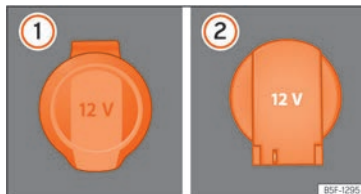

Abb. 147 12-Volt-Steckdose: ① in der Armlehne vorn, ② im Kofferraum.
- Die Abdeckkappe der Steckdose anheben » **Abb. 147** ①.
- Die Abdeckkappe der Steckdose anheben » **Abb. 147** ②.